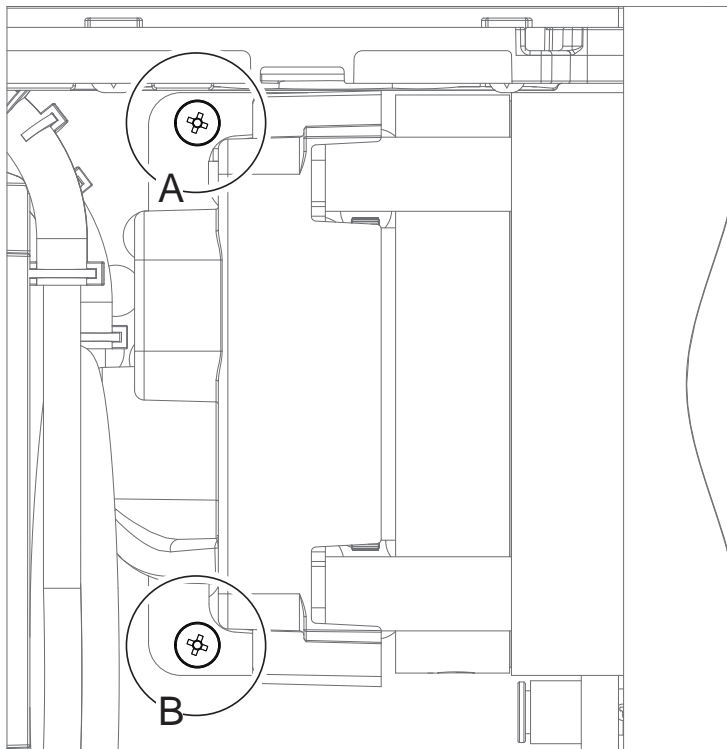
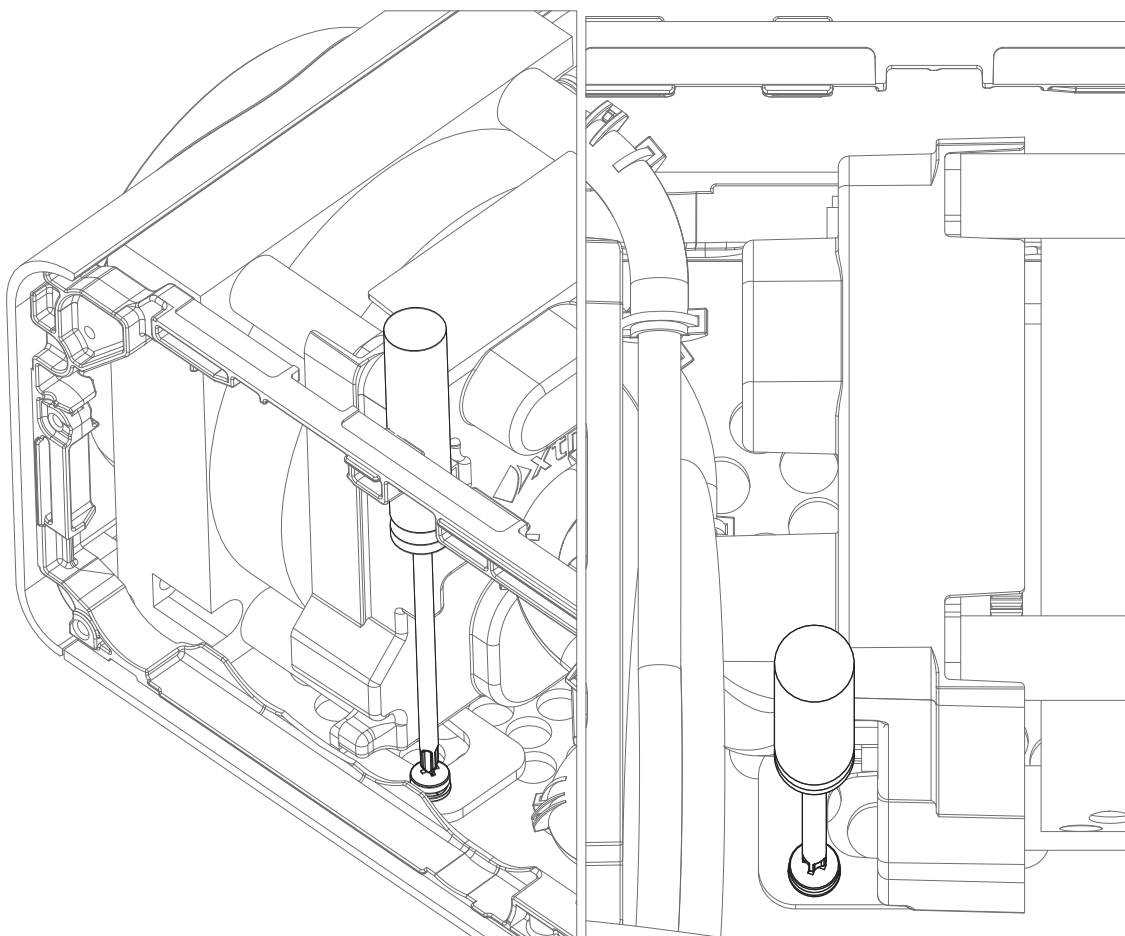

Рис. 7-21: Снятие винтов крепления поворотного клапана
Рис. 7-22: Снятие винтов крепления поворотного клапана
6. Открутите два винта (А и В), которые крепят поворотный клапан к пластине основания (Рис. 7-21, Рис. 7-22).